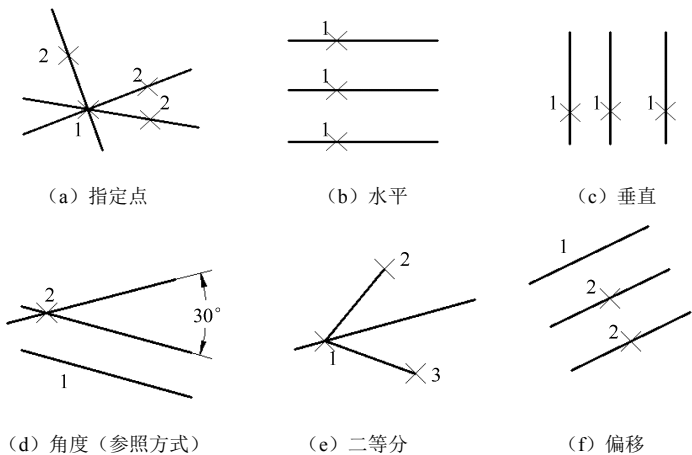

图 5-15 构造线
① 指定点: 通过指定两点(点 1 和点 2)绘制构造线, 如图 5-15 (a) 所示。
② 水平 (H): 通过指定点 1 绘制水平构造线, 如图 5-15 (b) 所示。
③ 垂直 (V): 通过指定点 1 绘制垂直构造线, 如图 5-15 (c) 所示。
④ 角度 (A): 以指定角度通过指定点绘制构造线, 有两种方式。
参照：指定已知直线 1，通过指定点 2 绘制一条与已知直线成指定夹角的构造线，如图 5-15 (d) 所示。
⑤ 二等分 (B)：指定的角顶点 1 和角的两个端点 2、3，通过角顶点绘制  $\angle 213$  的角平分线，如图 5-15 (e) 所示。
⑥ 偏移 (O)：指定直线 1，通过给定点 2 绘制直线 1 的平行线，如图 5-15 (f) 所示。